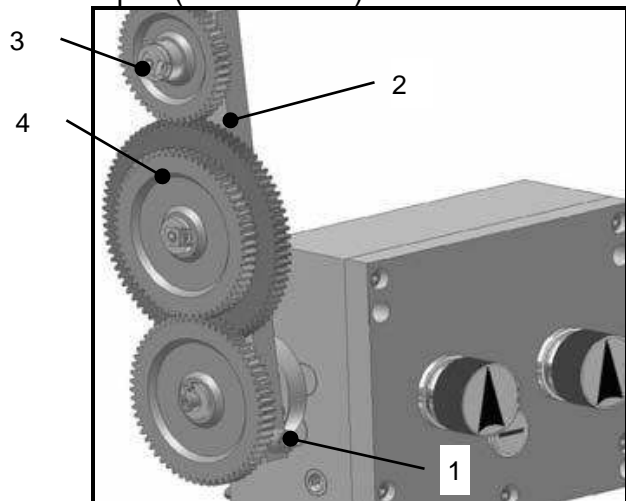

Рис. 15
- Ослабьте винт (1, Рис.15) поворотной консоли (2, Рис.15)
- Выведете, повернув на себя, из зацепления со шпинделем консоль (2, Рис.15) с набором шестерен для удобства настройки
- Извлеките фиксирующие шайбы осей шестерен, и открутите квадратные гайки (3, Рис.15)
- Аккуратно снимите шестерни (4, Рис.15) с осей, извлеките передвигаемые сухари осей шестерен (не показаны).
После регулировки зазоров между шестернями и их фиксации, поворотом консоли (2, *Рис. 15*) введите шестерни в зацепление с шестерней на шпинделе и зафиксируйте ее винтом (1, *Рис. 15*).